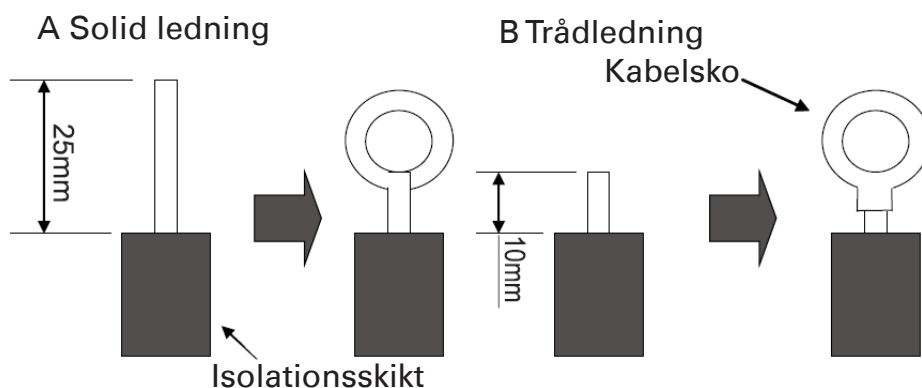

Fig.39
(1). För solida ledningar (Fig.39)
(2). För trådledningar (Fig.39)